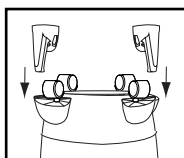

FIGURE 8
8. Avec la vidange de la cuve face à vous, fixez le support du tuyau A à la patte de roulette A et le support de tuyau B à la patte de roulette B. **FIGURE 8**.